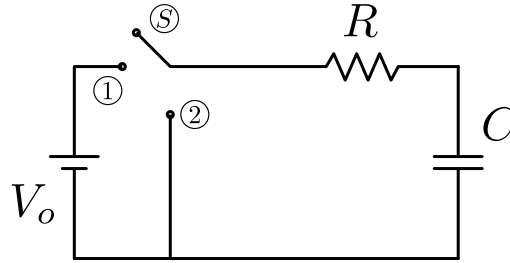

Figura 1: Circuito RC para la carga y descarga del capacitor.
En la **Figura 1** se observa un circuito RC , donde el capacitor y la resistencia están conectados en serie. Para que el capacitor adquiera carga, el interruptor S debe estar en la posición 1, y para que el capacitor se descargue, el interruptor S debe estar en la posición 2.
Para el proceso de descarga del capacitor, la fuente de tensión continua está desconectada del circuito RC (En la **Figura 1**, s está en la posición 2). A partir de ello, la **Ecuación 2** es:
2. Armar el circuito tal como se muestra en la **Figura 1**.